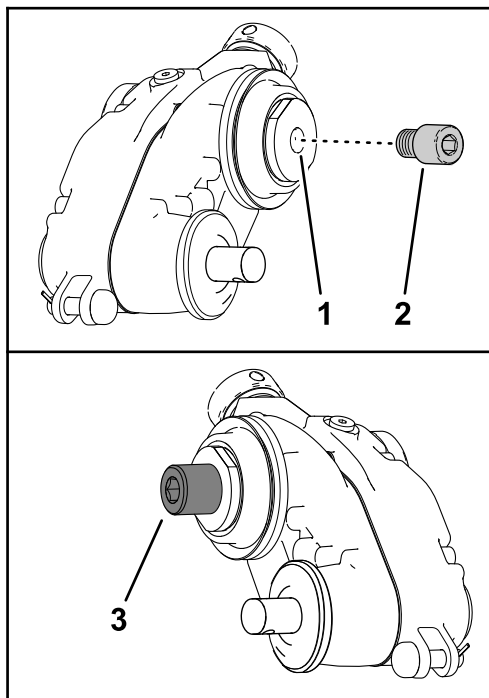

Рисунок 10
1. Нанесите резьбовой герметик средней степени фиксации (например, синий состав Loctite® 243) на внутреннюю резьбу вала блока привода, как показано на Рисунок 10,